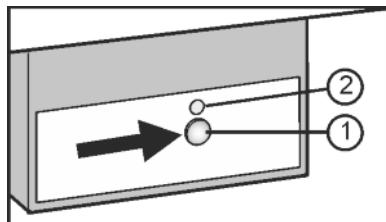

Fig. 22
- Натисніть клавішу On/Off Fig. 22 (1), щоб засвітився індикатор Fig. 22 (2).